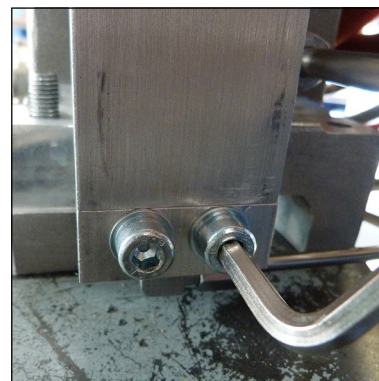

Abb. 1 - Befestigungsschrauben lösen
- Befestigungsschrauben lösen (Abb. 1) und Ölfilter abnehmen.